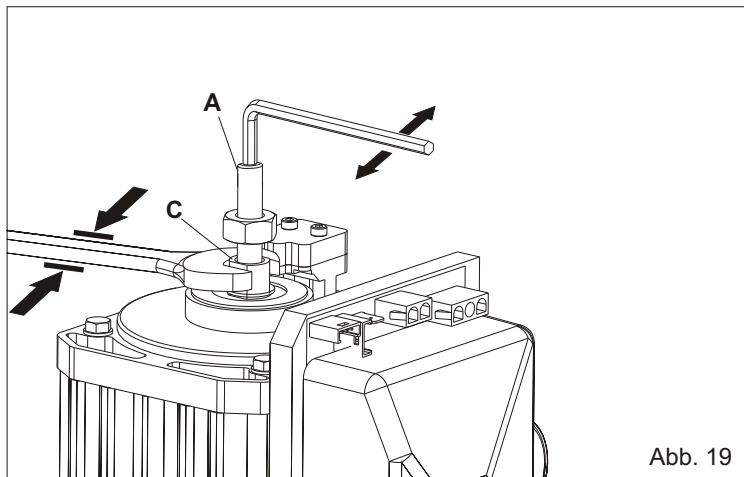

Abb. 19
- Die Motorwelle blockiert halten (C) und dabei den Bolzen A (Abb. 19) wie folgt drehen:
8.2. Nach Einstellung der Kupplung, auf der Flügelspitze dürfen 15 Kgf nicht überschritten werden (Ref. UNI EN 12453), den Befestigungsbolzen B wieder festschrauben und dabei die Bremsungsregulierungsschraube blockiert halten (A).